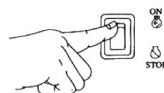

рис.2-2
2. Поставьте выключатель зажигания (рис.1 поз.5) в положение «ВКЛ.»(ON) (рис.2-2).